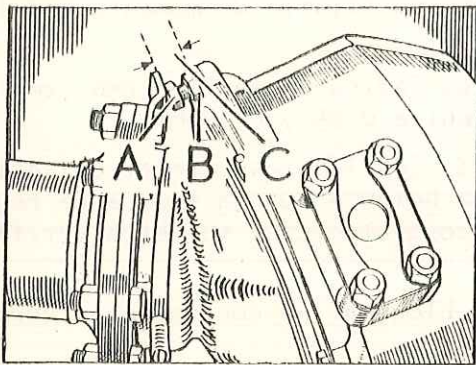

Fig. F-4 Ajuste del tornillo tope
1.1. Aflojar la contratuerca, B (Fig. F-4) del tornillo tope, A.